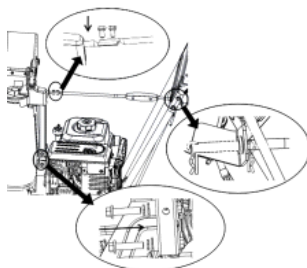

Рис. 7 Фиксация жёлоба на корпусе
Стойку механизма поворота жёлоба установите в кронштейн (Рис.7) и закрепите ее двумя болтами М8 × 40 с пружинными и обычными шайбами.
6. Присоедините тягу к рычагу переключения передач. Установите тягу с коротким изогнутым концом в отверстие кронштейна рычага переключения передач, затем оденьте шайбу и вставьте шплинт (Рис. 7). Второй конец с шайбой и пружиной, введите в отверстие кронштейна оси переключения передач с внешней стороны. Закрепите второй конец шайбой и шплинтом.